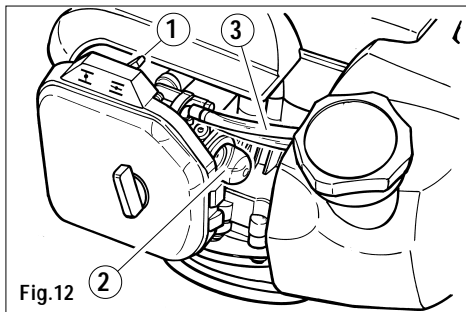

Fig.12
3) Spostare la levetta dell'aria posta a destra del coperchio del filtro aria (fig.12 part.1) nella posizione  .
4) Pressare a fondo ripetutamente il bulbo primer (fig.12 part.2) fino a quando il carburante ritorna nel serbatoio attraverso il secondo tubetto trasparente (fig.12 part.3).
8) Spostare indietro la levetta dell'aria del nella posizione |ϕ| (fig.12 part.1).